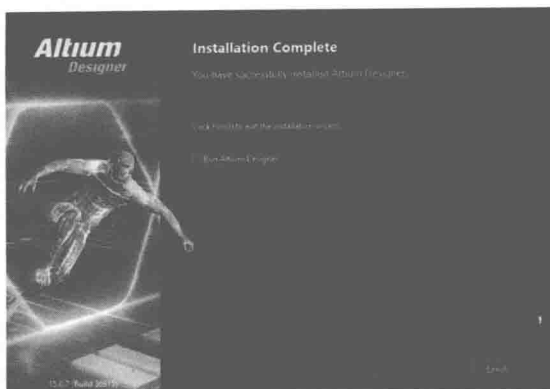

图 1.3.8 “Finish (完成)”对话框
(7) 安装结束后会出现一个“Finish (完成)”对话框, 如图 1.3.8 所示。单击“Finish (完成)”按钮即可完成 Altium Designer 15 的安装工作。